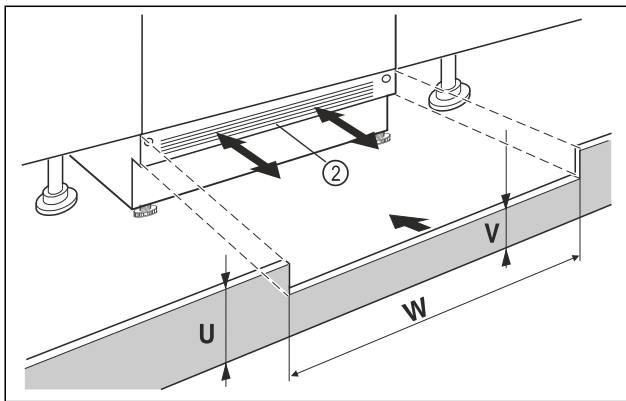

Fig. 96 Eksempelfremstilling
- Sett på apparatsokkelpanelet Fig. 96 (2) men vent med å feste det.
- Ved synlig sokkelpanel Fig. 96 (2), må du trekke det så langt fremover at forkanten og møbelsokkelpanelet danner et nivå.
- Ved tildekket sokkelpanel Fig. 96 (2), må det skyves helt bakover.
- Forsikre deg om at ventilasjonsåpningene er helt frie: Ved behov må du skjære til høyden til møbelsokkelpanelet Fig. 96 (U)!
- Langs nisjebredden Fig. 96 (W) må du tilpasse steghøyden Fig. 96 (V) under apparatsokkelpanelet Fig. 96 (2).